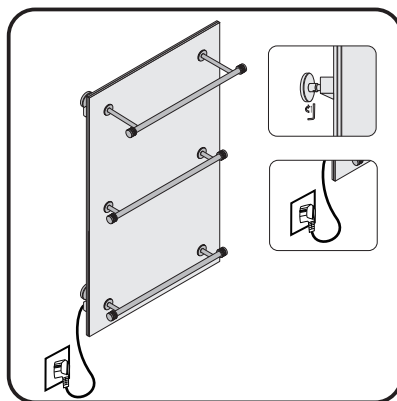

Рис. 21
4.18. Вденьте установленные на дизайн-радиаторе шпильки в посадочное отверстие (рис. 21) кронштейнов и закрепите в них при помощи шестигранного ключа.
4.19. По окончании установки включить электрошнур в электросеть (рис. 21).